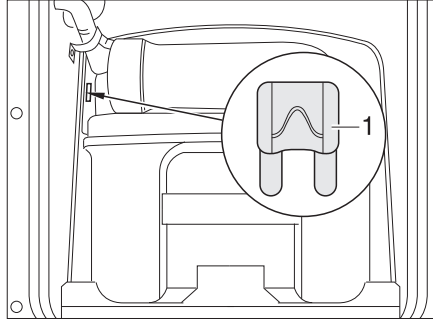
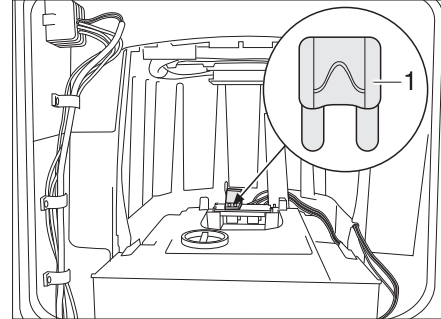

Fig. 291 Fusibile della toilette Thetford
Fig. 292 Fusibile della toilette Thetford (alternativa)
- Sostituire il fusibile (Fig. 291,1 o Fig. 292,1).